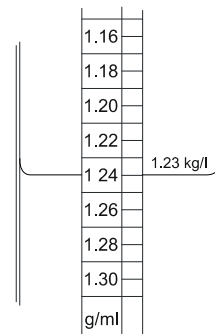

Figura 5-8. Măsurarea densității specifice a electrolitului
- Citiți valoarea, conform indicațiilor din Figura 5-8.